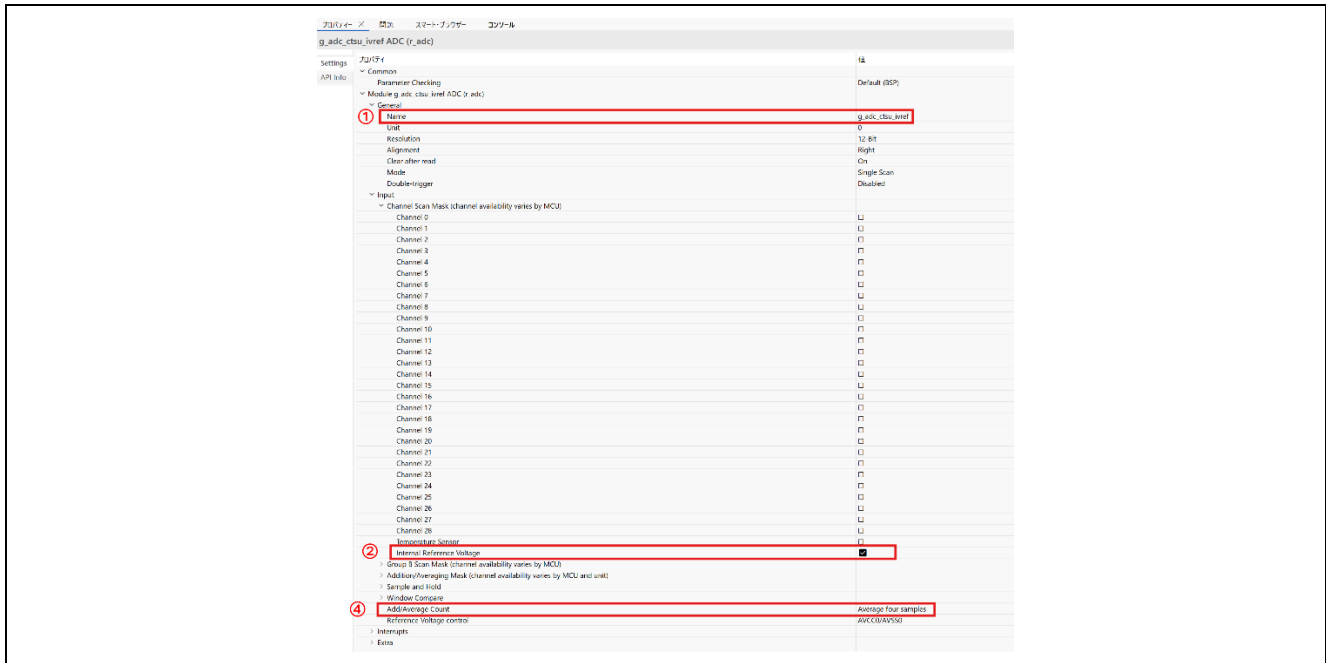
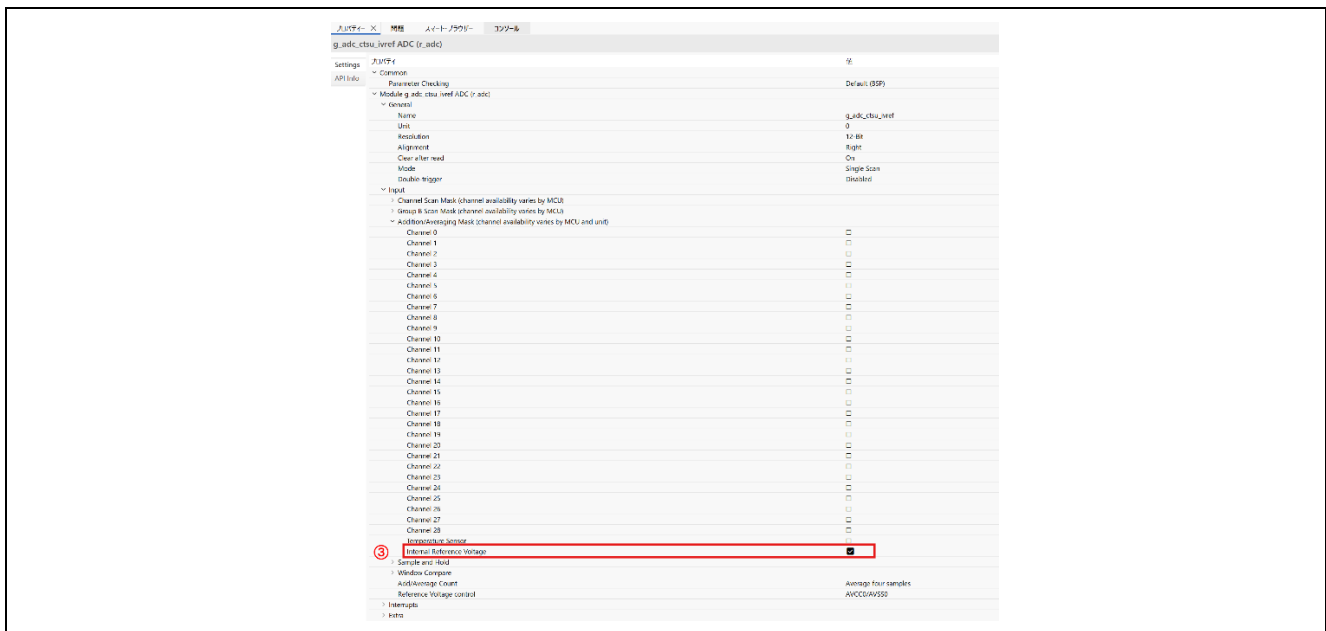

図 6-9 "g_adc_ctsu_ivref"の設定 (RA2E1、RA2L1、RA4L1)
図 6-10 "g_adc_ctsu_ivref"の設定 Addition/Averaging Mask (RA2E1、RA2L1、RA4L1)
11. “g_adc1 ADC”を選択し、画面左下の[プロパティ]をクリックします。図 6-9、図 6-10 に示す通り、以下の設定を変更してください。
- ①. [General] -> [Name]で名前を“g_adc_ctsu_ivref”に変更。
- ②. [Input] -> [Channel Scan Mask] -> [Internal Reference Voltage]のチェックボックスを選択。
- ③. [Input] -> [Addition/Averaging Mask] -> [Internal Reference Voltage]のチェックボックスを選択。
- ④. [Input] -> [Add/Average Count]で[Average four samples]を選択。